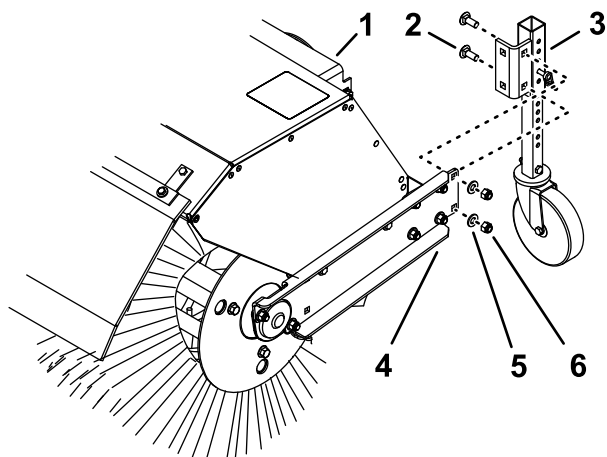

Figura 21
Quando trabalhar na neve, mova as rodas giratórias da frente do braço da vassoura para a traseira do capot da vassoura (Figura 21).
2. Remova as duas porcas de bloqueio, duas anilhas e dois parafusos da carroçaria (Figura 21) que prendem o suporte da roda giratória ao braço da vassoura.
3. Na parte de trás do capot da vassoura, alinhe os furos do suporte da roda giratória com os furos no lado interior do braço da vassoura (Figura 21).
4. Prenda o suporte da roda giratória ao braço da vassoura com as duas porcas de bloqueio, duas anilhas e dois parafusos de carroçaria (Figura 21).